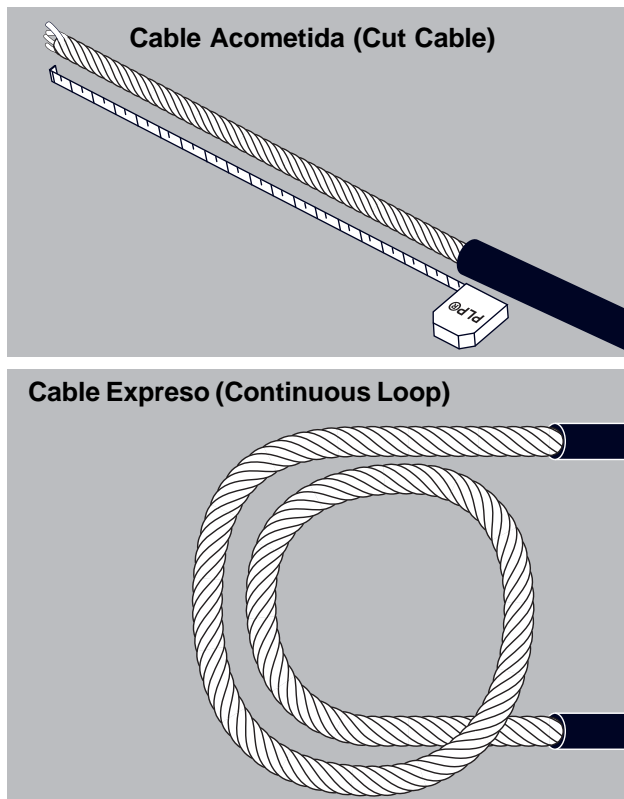

FIGURA 1
1. Remueva la cubierta según instrucción del fabricante (Figura 1)